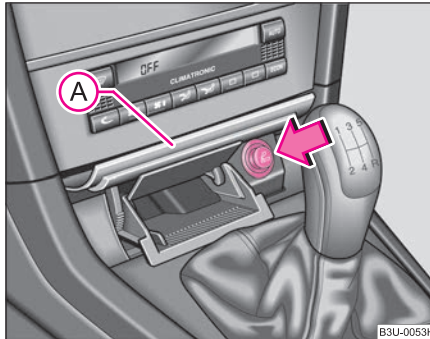

Fig. 91 Consola centrală: Bricheta
- Apăsați pe partea inferioară a capacului scumierei - vezi poziția **A** ⇒ fig. 91.